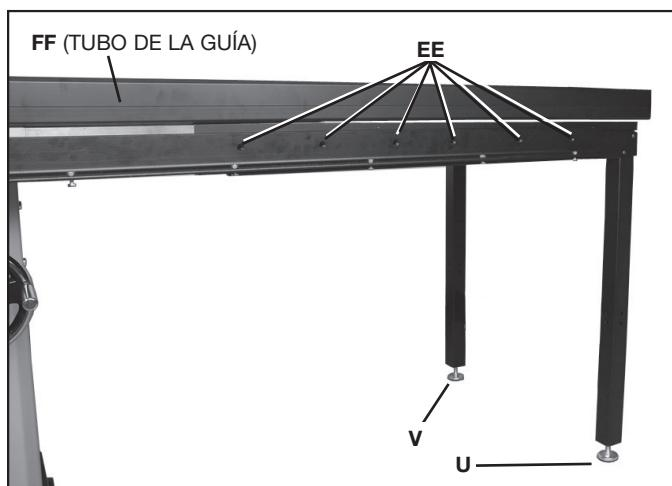

FIG. 13
1. Posicione la pata niveladora (U), Fig. 13, en la parte frontal de la sierra hasta que los orificios (no están visibles) de la mesa de extensión estén alineados con los orificios (EE) del riel frontal. (**NOTA:** En la Fig. 14, se muestra la versión de 1,3 m [52 pulgadas]).
NOTA: Coloque el tubo de la guía (FF) a lo ancho del banco de la sierra y sobre la mesa de extensión, como se muestra en la Fig. 13. Si queda un espacio (como se muestra), debe ajustarse la pata niveladora (DD) para levantar más la mesa.
2. Inserte un tornillo de cabeza plana de 1/4-20 x 19 mm (3/4 pulgada) en uno de los orificios (EE), Fig. 13, del riel frontal. Coloque una tuerca de brida dentada de 1/4-20 en el tornillo desde la parte inferior de la mesa de extensión.
3. Repita este procedimiento para el resto de los orificios (EE) Fig. 13 del riel frontal.